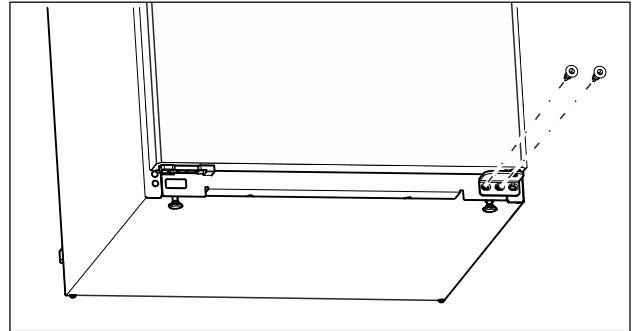

Fig. 10
- Svitare la vite centrale sul blocco inferiore di supporto con un cacciavite Torx 20. (vedere Fig. 10)
- Svitare la vite interna sul blocco inferiore di supporto con un cacciavite Torx 20. (vedere Fig. 10)